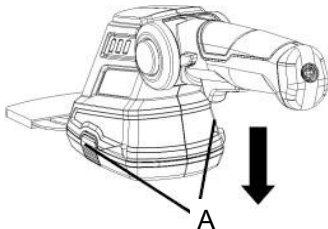

Fig. 9
1. Appuyez sur le bouton de dégagement de la lame (A) et faites glisser la lame vers le bas pour la retirer, comme indiqué. (Fig. 9)